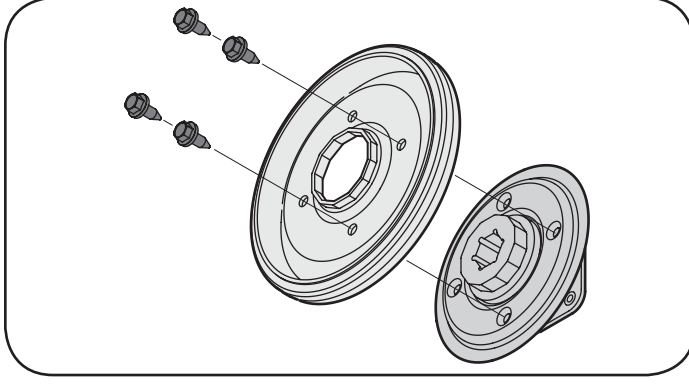

Figure 32
7. Enlevez les quatre vis de l'ensemble de la roue de frottement et retirez le caoutchouc de la roue de frottement de la plaque de serrage. Voir la Figure 32. Jetez le vieux caoutchouc.